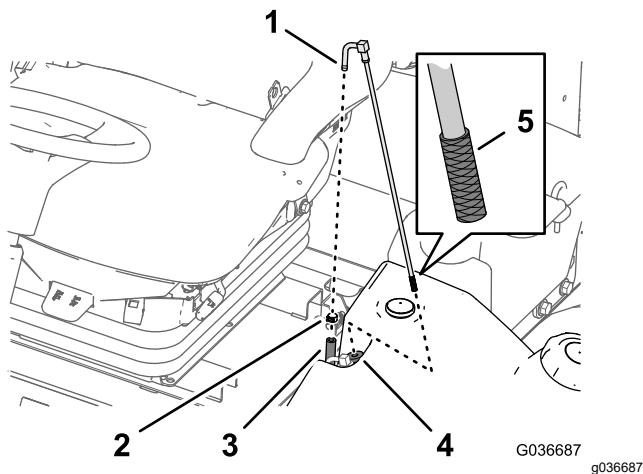

Рисунок 97
1. Снимите шланговый хомут, который крепит шланг подачи топлива к штуцеру топливозаборной трубки (Рисунок 97).
2. Отсоедините шланг от штуцера (Рисунок 97).
3. Извлеките топливозаборную трубку из топливного бака (Рисунок 97).
4. Очистите от загрязнений сетчатый фильтр на конце топливозаборной трубки (Рисунок 97).
5. Вставьте топливозаборную трубку в резиновую втулку и в бак (Рисунок 97).